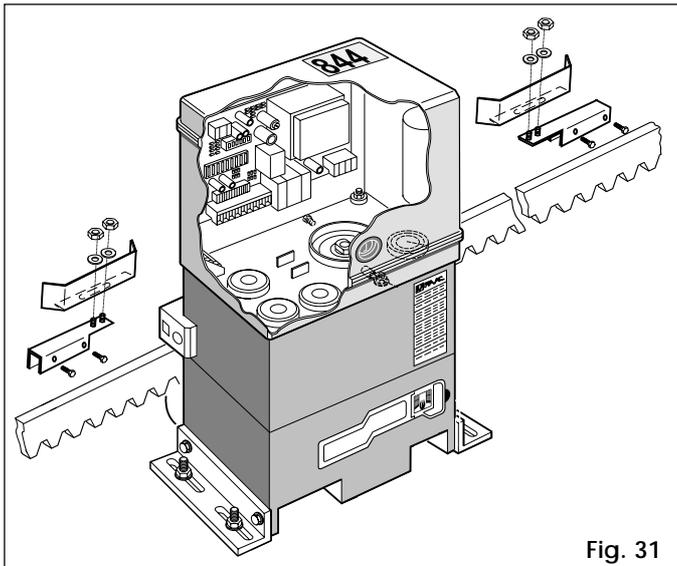

Fig. 31
- 2) Assembler le fin de course en centrant la plaquette par rapport aux axes filetés du support (Fig. 31).